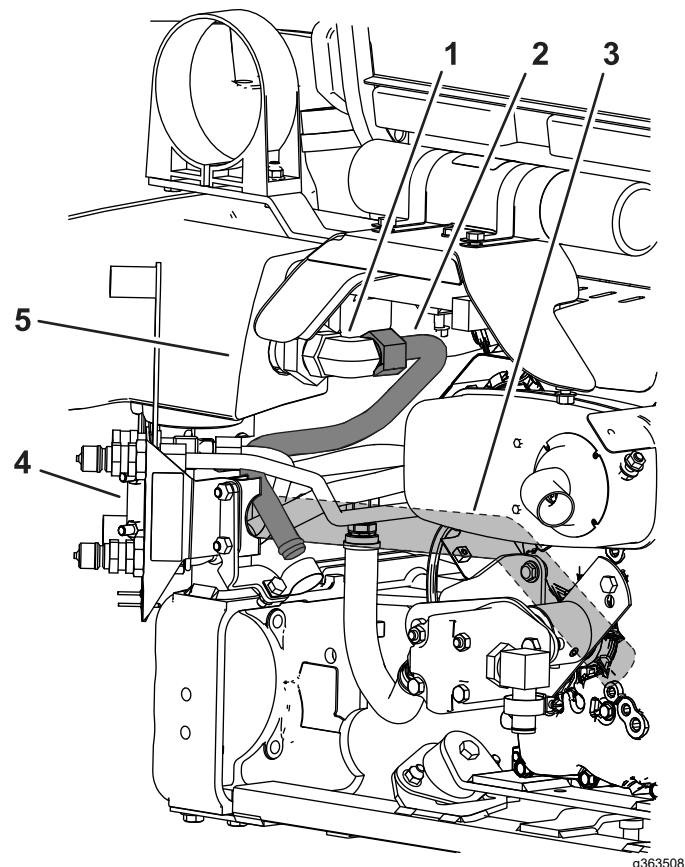

Figura 25
4. Poziționați conductă hidraulică numărul 3 în utilaj aa cum se arată în Figura 25.
5. Instalați linia hidraulică numărul 3 pe cotul mare de 90 de grade instalat pe sită în rezervorul hidraulic (Figura 25).